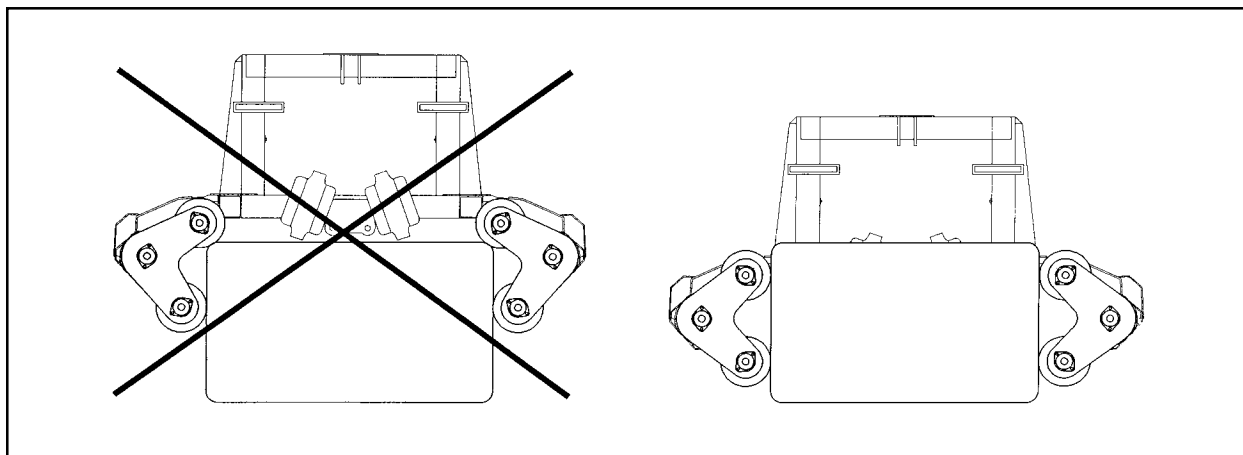

Fig. 10-5
- a) Ved opplasting av små firkantballer er det viktig at bærerullene senkes så nær bakken som mulig. Dette for at alle fire rullene skal få tak på sidene av ballen. Hvis to av rullene kommer over ballen, vil ikke maskinen klare å laste den opp. (Se fig. 10-5). Event. juster stillingen på rullene ved hjelp begrensingskjettingene. (Se kap. 10.1)
- d) Det kan av og til være nødvendig å regulere bredden mellom rullene under pakking. Dette er mest aktuelt ved pakking av en dårlig formet og løst presset ball. Hvis maskinen har problemer med å få ballen til å rotere, reguleres bredden mellom bærerullene ved å betjene **“RULLER UT” (7)** eller **“RULLER INN” (6)** på styreboksen. Dette kan gjøres mens pakkingen pågår.